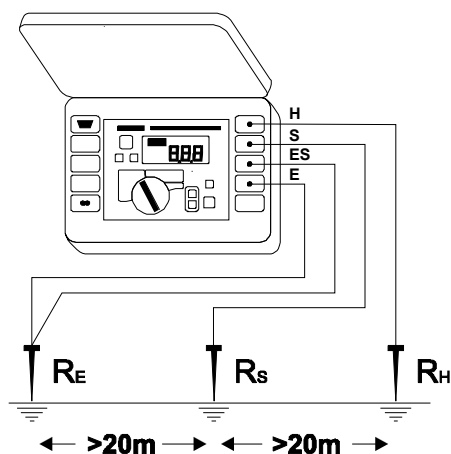

Рис.9. Четырехполюсная схема измерения сопротивления заземления
1. Соединить заземлитель с измерительными гнездами **[3]** и **[4]** измерителя, обозначенными как „E” и „ES” соответственно (Рис.9).